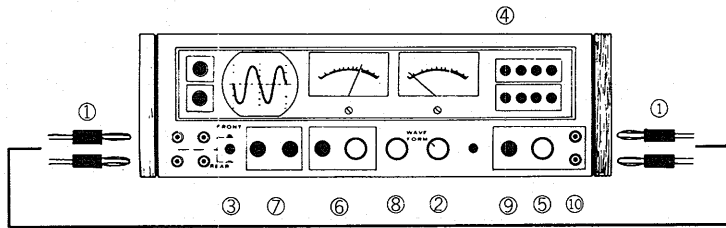

Fig. 1
5.1 AUDIO FREQUENCY OSCILLATOR (Fig. 1)